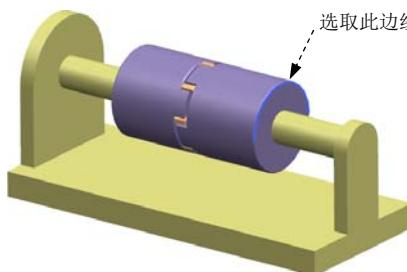
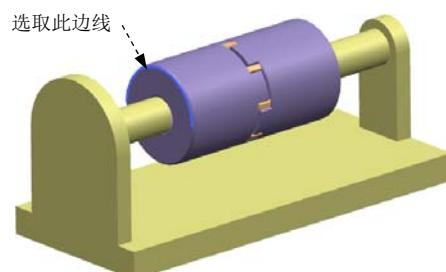

图 6.6.2 定义连杆 2 中的旋转副
图 6.6.3 定义连杆 3 中的旋转副
(1) 选择下拉菜单 **插入(S)** → **运动副(I)…** 命令，系统弹出“运动副”对话框；在“运动副”对话框 **定义** 选项卡的 **类型** 下拉列表中选择 **旋转副** 选项；在模型中选取图 6.6.2 所示的边线为参考，系统自动选择连杆、原点及矢量方向；单击 **确定** 按钮，完成旋转副的定义。
(2) 单击“运动副”对话框中的 **驱动** 选项卡；在 **驱动** 区域的 **旋转** 下拉列表中选择 **恒定** 选项；在 **初速度** 文本框中输入值 120。
(3) 单击 **确定** 按钮，完成旋转副的创建。
Step10. 定义连杆 3 中的旋转副。选择下拉菜单 **插入(S)** → **运动副(I)…** 命令，系统弹出“运动副”对话框；在“运动副”对话框 **定义** 选项卡的 **类型** 下拉列表中选择 **旋转副** 选项；在模型中选取图 6.6.3 所示的边线为参考，系统自动选择连杆、原点及矢量方向；单击 **确定** 按钮，完成旋转副的定义。